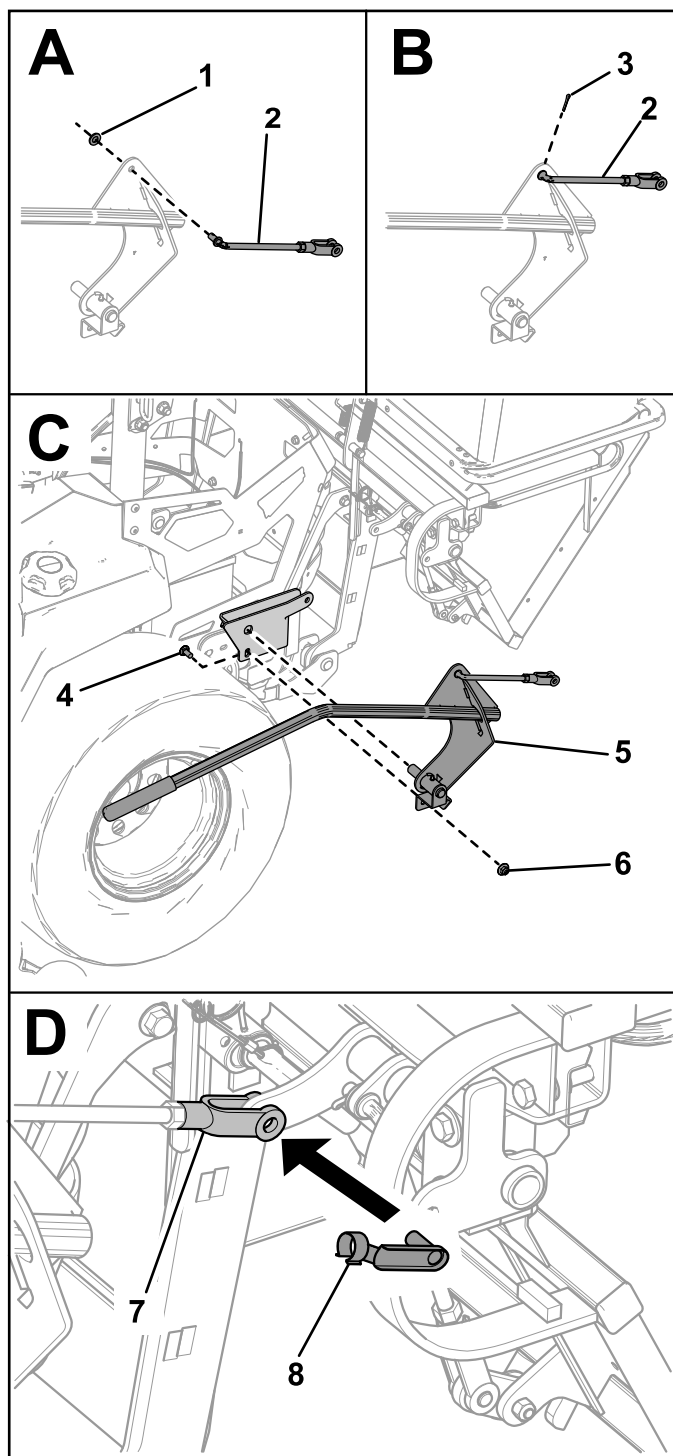

Figura 16
1. Introduzca el acoplamiento en el conjunto de la palanca e instale la arandela (Figura 16).
2. Sujete el acoplamiento a la palanca con la chaveta (Figura 16).
3. Sujete el conjunto de la palanca al soporte de giro usando el perno de cuello cuadrado ($\frac{3}{8}$ " x $\frac{7}{8}$ ") y la contratuerca ($\frac{3}{8}$ "), como se muestra en la Figura 16.
4. Gire el acoplamiento de la palanca del ensacador hacia arriba hasta el conjunto del ensacador y sujételo con el pasador con muelle (Figura 16).